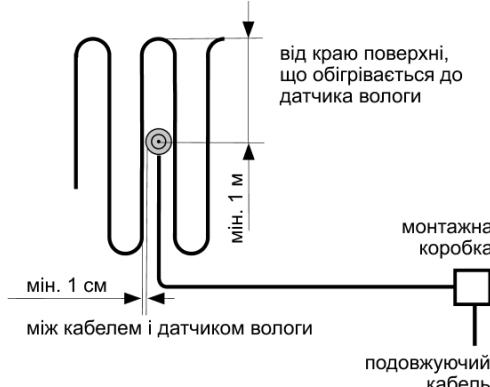

Рисунок 3. Правила розташування датчика вологої та нагрівального кабелю при підігріві ґрунту
- датчик вологої повинен розташовуватися всередині поверхні, що обігрівається і як мінімум в 1 м від її краю (рис. 3).